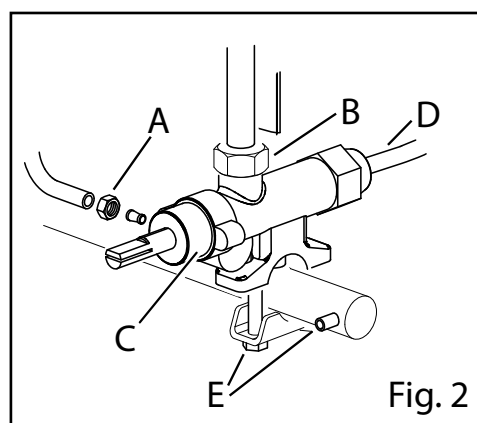

Fig. 2
- Dévisser les raccords en entrée (par ex. Fig. 2/E) et en sortie du gaz (par ex. Fig. 2/A et B)
- Dévisser le thermocouple (par ex. Fig. 2/D)
- Dévisser le thermocouple du robinet (par ex. Fig. 2/D)